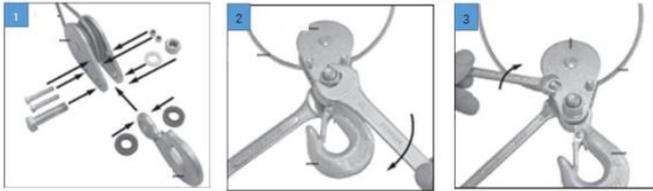

Figura 3
4. 4, fune doppia con puleggia Schema di installazione (Figura 3)